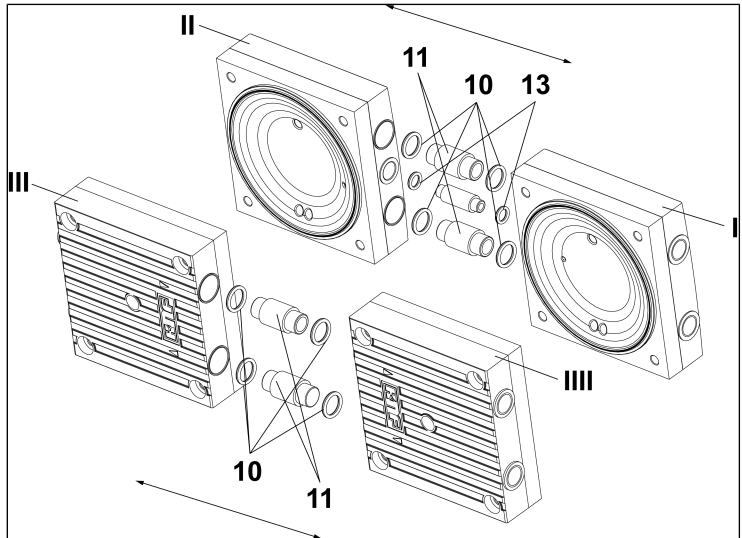

Fig. 8: Extracción de las juntas tóricas y de los tubos de conexión
8. Separar los cabezales 1 (I/Fig. 8) y 2 (II/Fig. 8) y extraer las juntas tóricas (10/Fig. 8) y (13/Fig. 8).
7. Colocar las juntas tóricas (10/Fig. 8) y (13/Fig. 8) en la conexión.
8. Presionar los cabezales 1 y 2 (I y II/Fig. 8).